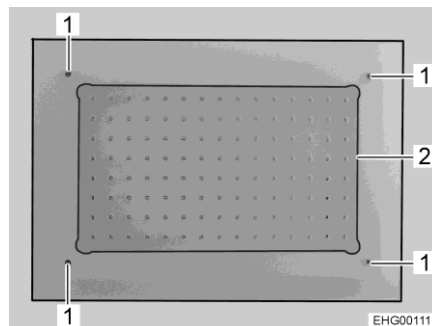

Bild 293 Taklampa
- Skruva ur 4 skruvar (Bild 293,1).
- Ta bort glasplattan (Bild 293,2) med fastmonterade lysdioder.
- Sätt på den nya glasplattan inklusive lysdioder och skruva i 4 skruvar (Bild 293,1).